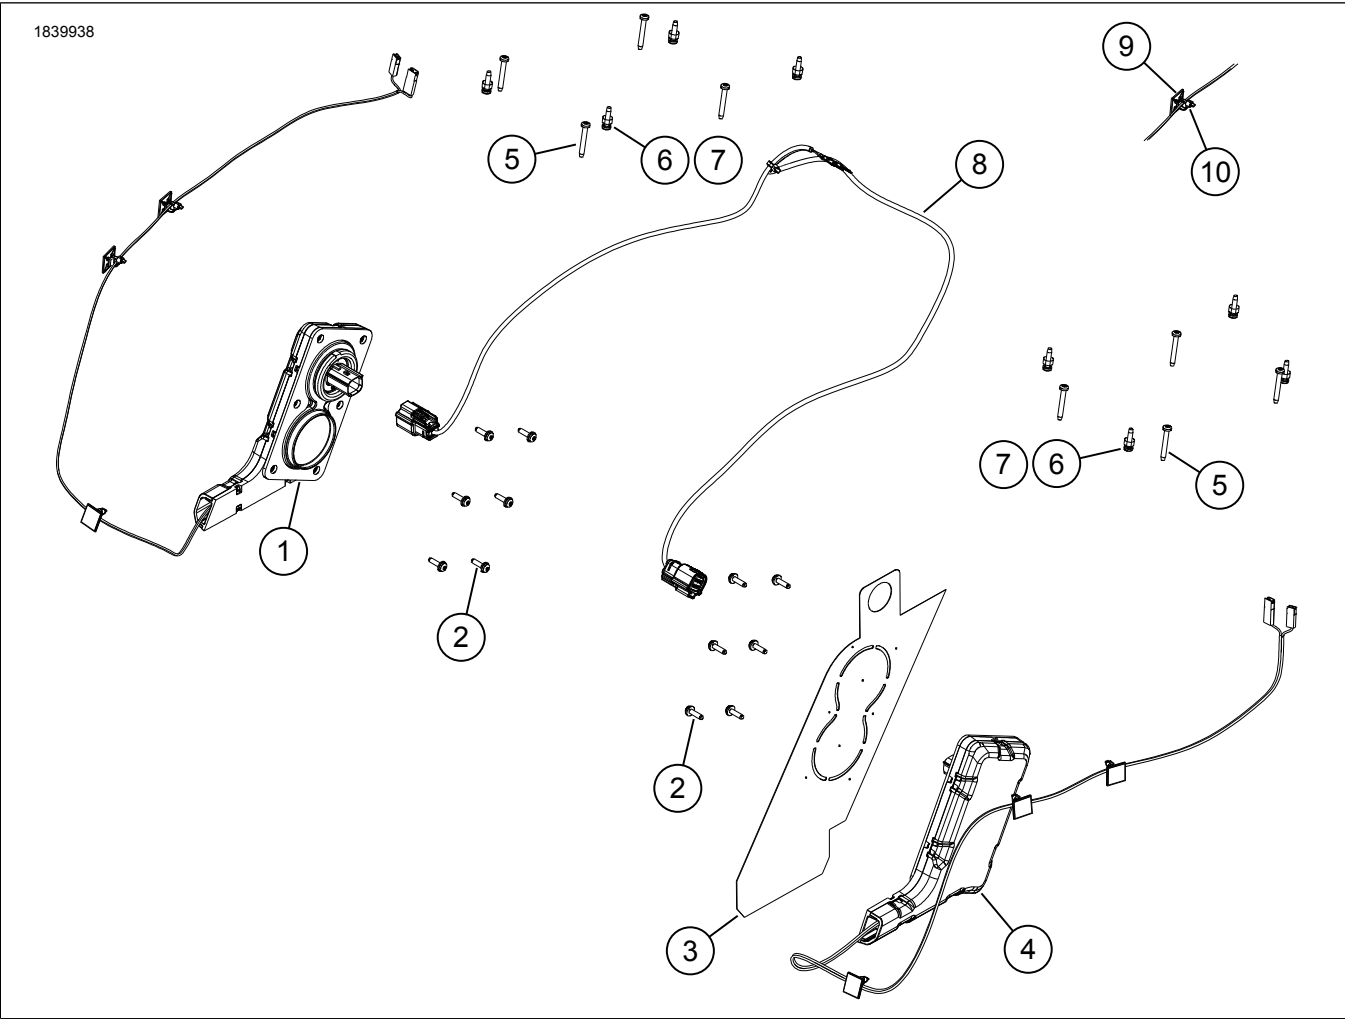

Figura 1. Conteúdo do kit: Kit de Instalação do Chicote de Fios do Alto-falante do Alforje
- a. Conecte as conexões do alto-falante (5).
- b. Caso necessário, conecte o conector de bloqueio de energia (4).
- c. Instale os **novos** retentores de fio (9) e abraçadeiras flexíveis (10) conforme necessário. Figura 1